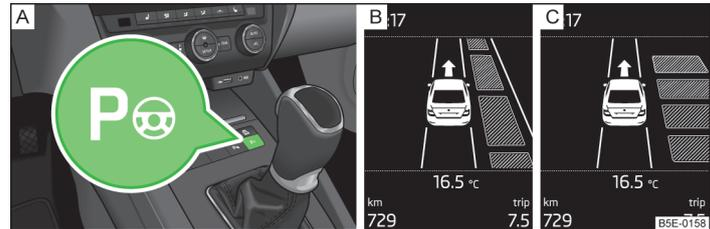

Abb. 131 Systemtaste / Displayanzeige
Bei aktiviertem System leuchtet in der Taste die Kontrollleuchte P_{e} » Abb. 131 auf Seite 147 - A.
- Einmal die Symboltaste » Abb. 131 drücken.
Im Display wird Folgendes angezeigt » Abb. 131 - .
- Zweimal die Symboltaste » Abb. 131 drücken.
- Einmal die Symboltaste  » Abb. 131 auf Seite 147 drücken.